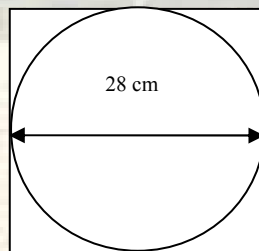

Figura No 4.
3. Trazado de Base: Trace sobre la lámina de madera una circunferencia con un diámetro de 28 cm. Ver figura No 4.